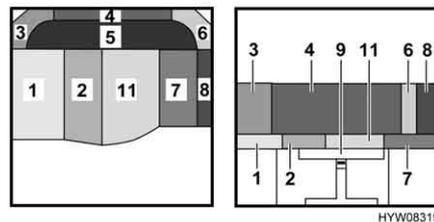

Fig. 63 Dopo la trasformazione
- Posizionare il cuscino aggiuntivo (Fig. 63, 11) tra i cuscini del divano (Fig. 63, 2 e 7) e il tavolo. Rispettare la forma circolare.